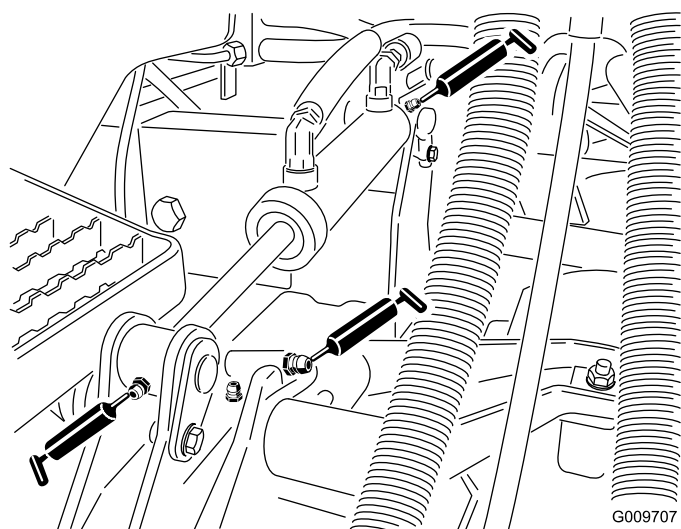

Figura 24
- Casquillos de los brazos de elevación (1Figura 24 por plataforma) ().
- Casquillos de los cilindros de elevación (2Figura 24 por plataforma) ().